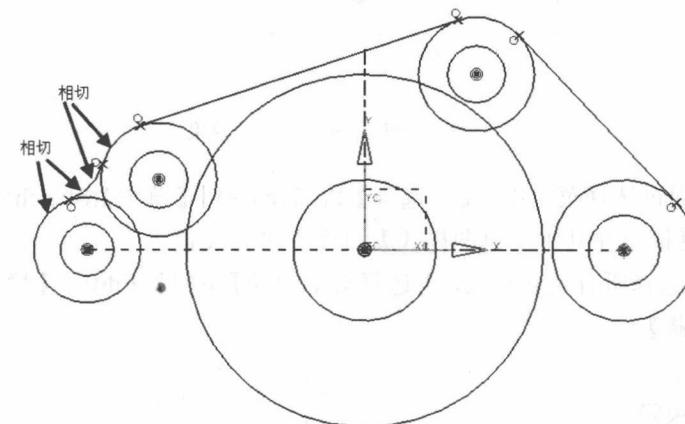

图 1-36 约束圆弧与圆相切
(11) 添加几何约束。在【草图工具】工具条中选择 \perp (约束) 按钮，如图 1-36 所示在草图中分别选择圆弧与圆，草图左上角出现【约束】浮动工具条，在其中选择 O ，约束其相切。